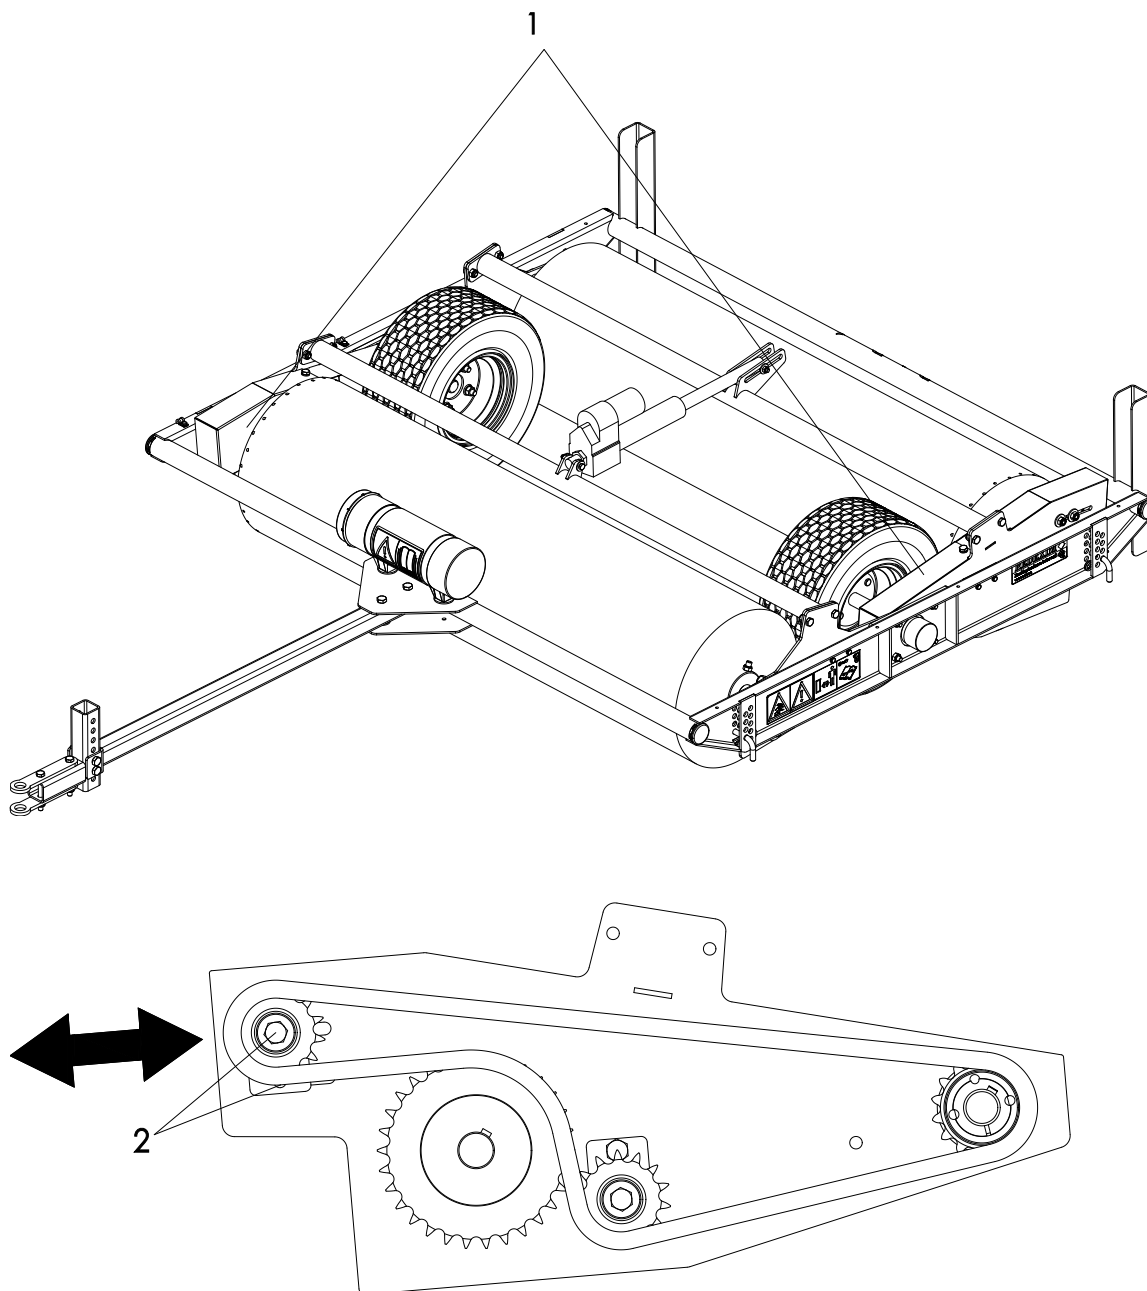

Fig. 11
1. Rimuovere i coperchi di sicurezza (1) (fig. 11).
2. Allentare i dadi nel rullo e tendere la catena (2) (Fig. 11).